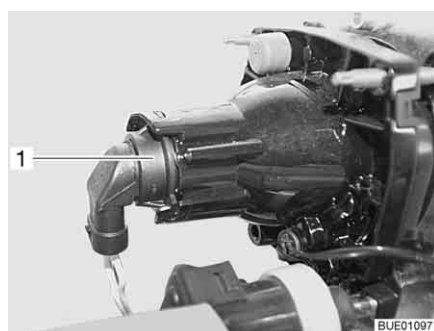

Bild 254 Halvljus/helljus/parkeringsljus
- Greppa tag bakom lampfästet (Bild 254,1).